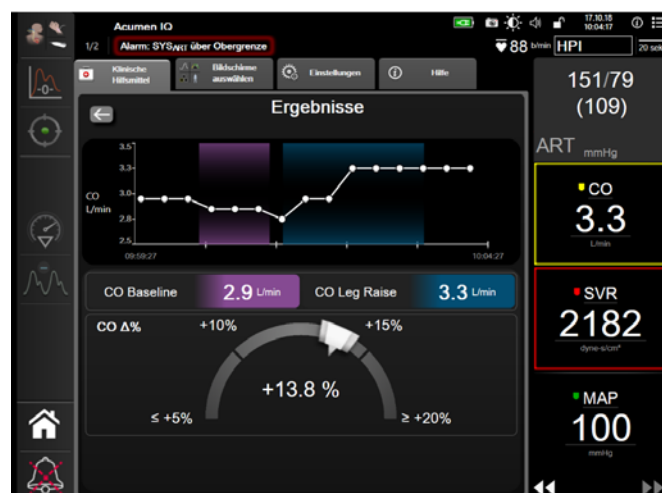

Abbildung 13-12 Test zur Flüssigkeitsreagibilität – Bildschirm „Ergebnisse“
- Nach Abschluss des Tests wird die Änderung im ausgewählten **Parameter**-Wert als Reaktion auf die Flüssigkeitsgabe angezeigt. Siehe Abbildung 13-12. Zum Durchführen eines anderen Tests auf das Zurück-Symbol tippen, oder auf das Startseiten-Symbol tippen, um zum Haupt-Überwachungsbildschirm zurückzukehren.
- 9 Nach Abschluss des Tests wird die Änderung im ausgewählten **Parameter**-Wert als Reaktion auf die Flüssigkeitsgabe angezeigt. Siehe Abbildung 13-12. Zum Durchführen eines anderen Tests auf das Zurück-Symbol tippen, oder auf das Startseiten-Symbol tippen, um zum Haupt-Überwachungsbildschirm zurückzukehren.